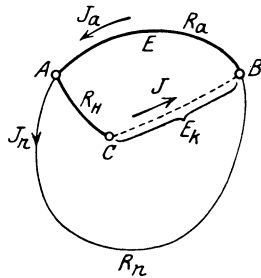

Abb. 72.
- der Widerstand der Hauptstromwicklung AC (Abb. 72),
Zu b): Durch die Hauptstromwicklung AC (Abb. 72) fließen 120 A, also ist der Stromwärmeverlust